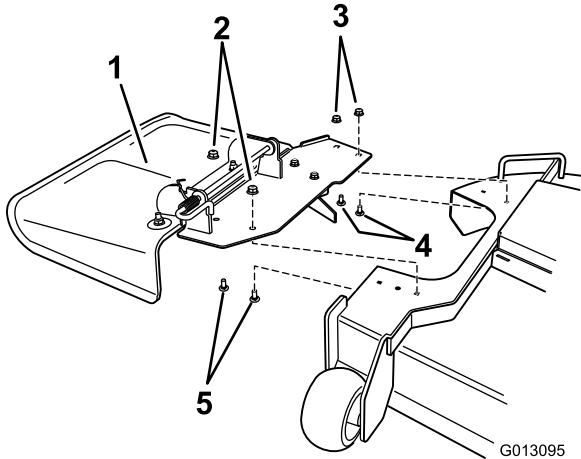

Figura 9
1. Retire las fijaciones que sujetan el conjunto del deflector a la carcasa de corte (Figura 9).